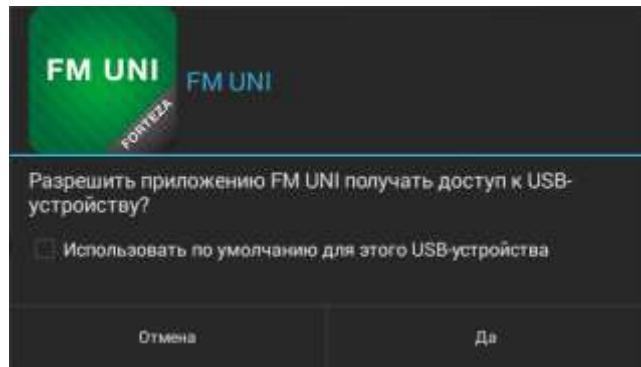

Рисунок 2.23
2.3.7.4.6 Нажать кнопку «Подключиться», после чего всплывает разрешение на доступ к USB устройству (рисунок 2.23).